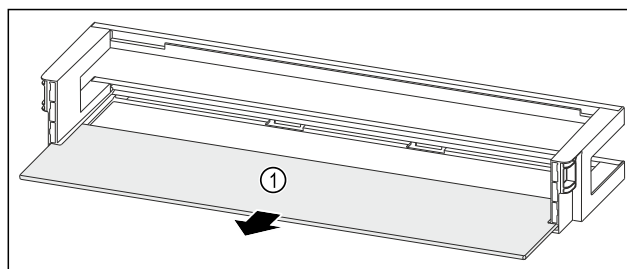

Fig. 221 Balconnet de contre-porte avec tablette de rangement
- Retirer la tablette de rangement Fig. 221 (1).